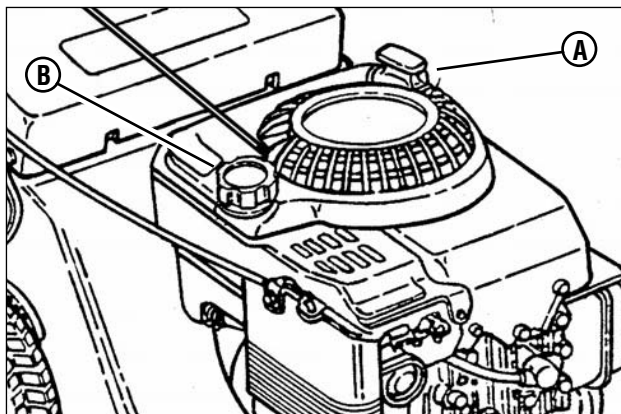

Figure 2 : Remplissage d'huile et carburant
4. Contrôlez le niveau d'huile moteur (**A, Figure 2**) et complétez le niveau s'il en manque pour atteindre la marque supérieure (FULL). Référez-vous au manuel du moteur pour les spécifications de l'huile.
5. Ajoutez du carburant dans le réservoir après avoir amené la tondeuse à l'extérieur où les fumées peuvent se dissiper sans danger. Remplissez le réservoir jusqu'à 38 mm sous le haut du col de remplissage (pour permettre une expansion du carburant). Assurez-vous que le bouchon (**B, Figure 2**) est bien resserré après le remplissage. Reportez-vous au manuel d'utilisation du moteur pour trouver les spécifications du carburant.